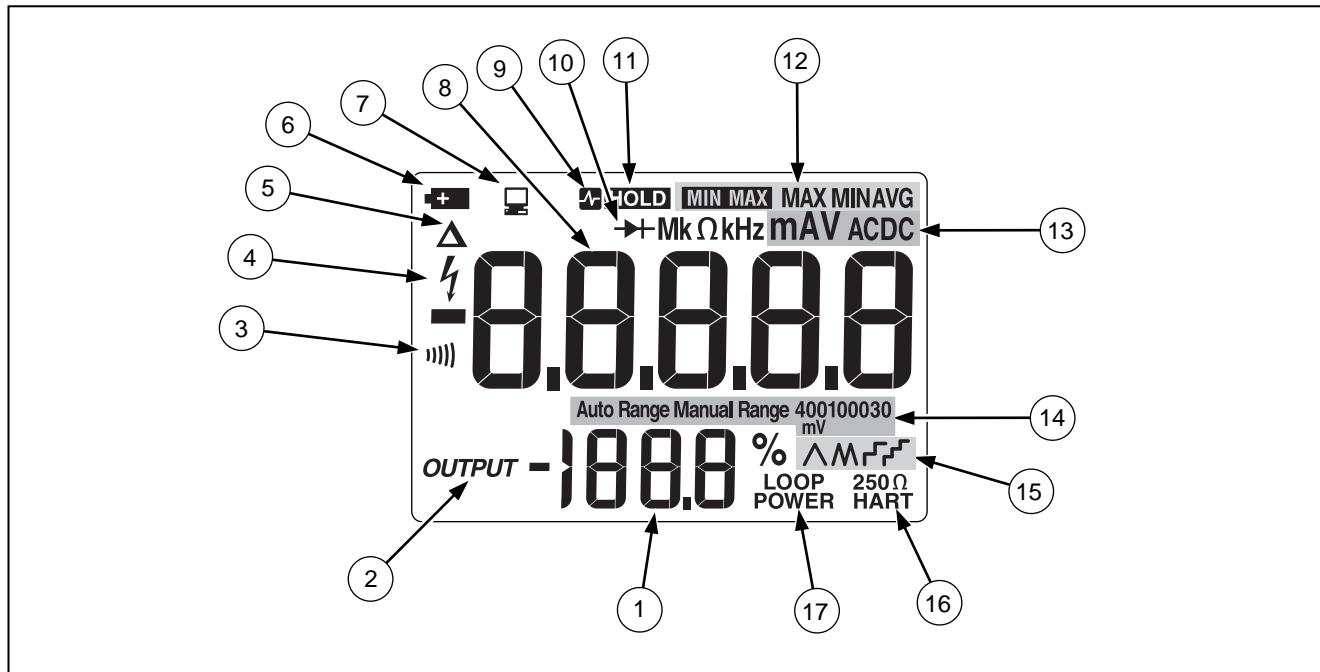

Figure 6. Éléments de l'affichage
- La figure 6 et le tableau 7 contiennent des explications sur les éléments de l'affichage.